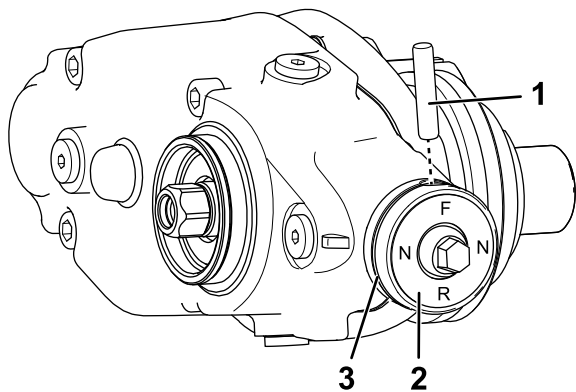

图 15
- A. 从离合器旋钮上取下 O 形圈图 15。
- B. 卸下将离合器旋钮固定到致动器轴上的安全销图 15。
- D. 用安全销将离合器旋钮固定到致动器轴上图 15。